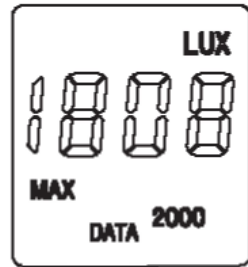

Рис.8
10. Для просмотра сохраненных данных нажмите и удерживайте клавишу «REC» и нажмите на клавишу ^{HOLD}▲. Прибор перейдет в режим отображения сохраненных значений. На экране начнет мигать значок «MAX» - это максимально измеренное значение освещения в заданный период времени. Для дальнейшего просмотра полученных данных нажимайте клавишу ^{HOLD}▲, на экране начнет мигать значок «MIN» - это минимально измеренное значение освещения в заданный период времени. Для дальнейшего просмотра полученных данных нажимайте клавишу ^{HOLD}▲, для просмотра предыдущего значения нажмите клавишу ^{MAX}▼. На экране сначала будет отображаться порядковый номер сохраненного значения, затем сама измеренная величина. (Рис.8)